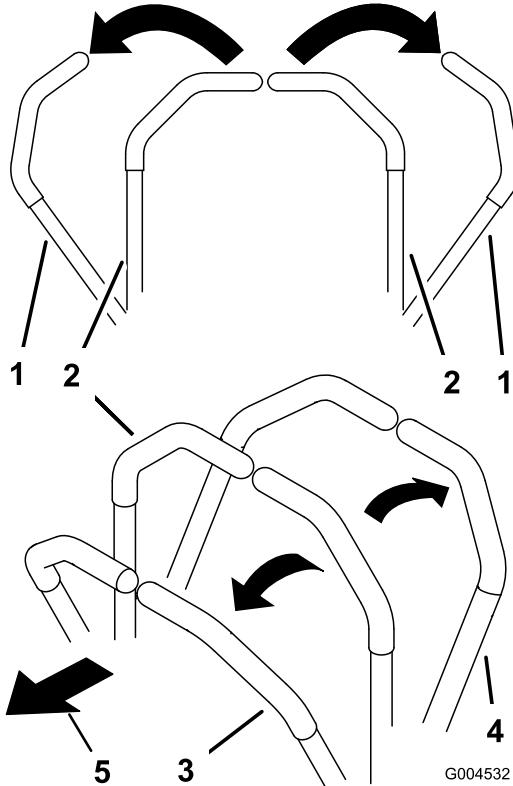

Bild 17
1. Schieben Sie die Fahrantriebshebel (Bild 17) aus der Neutralsperrstellung.
- Schieben Sie für das Vorwärtfahren die Fahrantriebshebel langsam vorwärts (Bild 17).
- Ziehen Sie zum Rückwärtsfahren die Fahrantriebshebel langsam nach hinten (Bild 17).
- Zum Wenden, ziehen Sie beide Hebel nach hinten, um die Maschine zu verlangsamen; schieben Sie dann einen Hebel an der entgegengesetzten Seite zur Wenderichtung nach vorne (Bild 17).